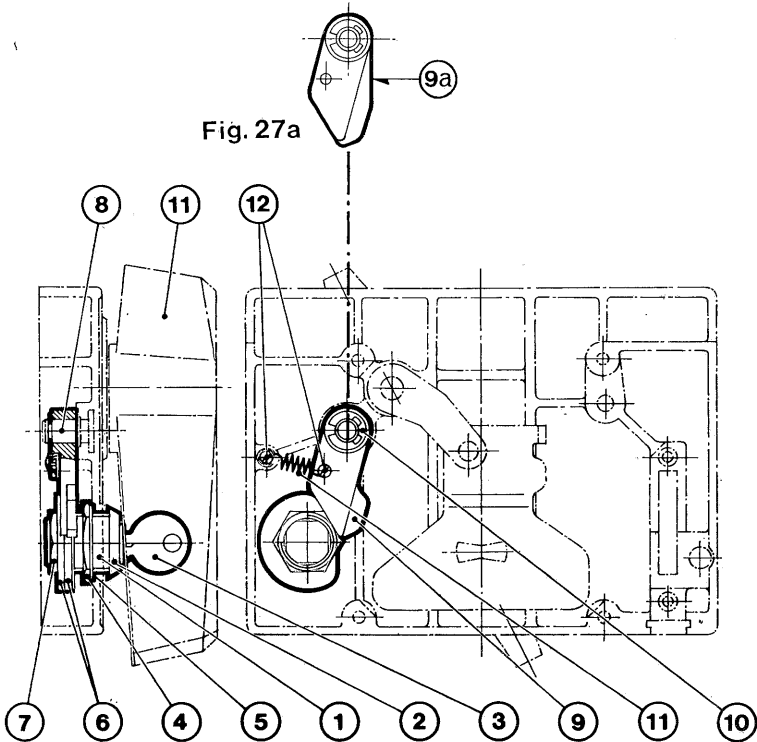

Fig. 27
9.6.3. Dispositivo di blocco a chiave (fig. 27)
- b) rompere il diaframma (1) sulla scatola dell'applicazione
- c) inserire nella sede appena creata la serratura (2) mantenendo la chiave (3) come a figura bloccandola dall'interno con il dado (4) e la rosetta (5)
- d) infilare nella serratura (2) le camme (6) come in figura e bloccarle con il dado (7)
- e) infilare sul perno (8) la leva di blocco (9) fissandola con l'anello elastico (10). Inserire la molla (11) mediante le viti (12)
- girando la chiave (3) sia con l'interruttore aperto o chiuso questa può essere sfilata dalla serratura mentre la maniglia (11) deve rimanere bloccata.
(fig. 27)